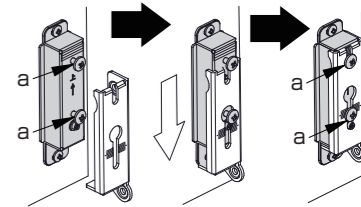

図5
- (3) ③座金プレートと、SLUN-N本体のアーム先端の座金を合わせてはめ込み、aねじを締め付けます(図5)。